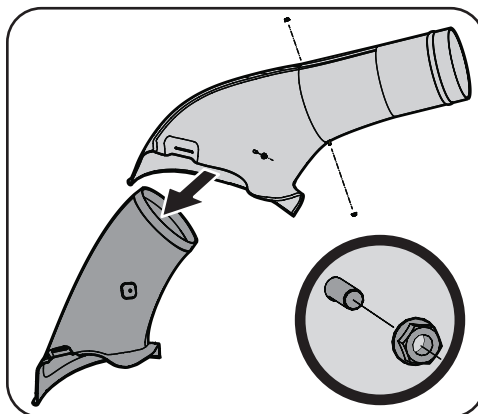

Figure 4-11
- Si votre faucheuse est de 46", vous devrez retirer l'adaptateur de coffre de 42" qui est pré-installé dans ce kit. Retirez 3 écrous (712-0380) et 3 vis T30 (710-1193A) avec la clé T30 incluse (727-05140). Faites glisser l'adaptateur de démarrage à partir du démarrage. Réinstallez 3 écrous (712-0380) et 3 vis T30 (710-1193A), comme le montre la Figure 4-11.